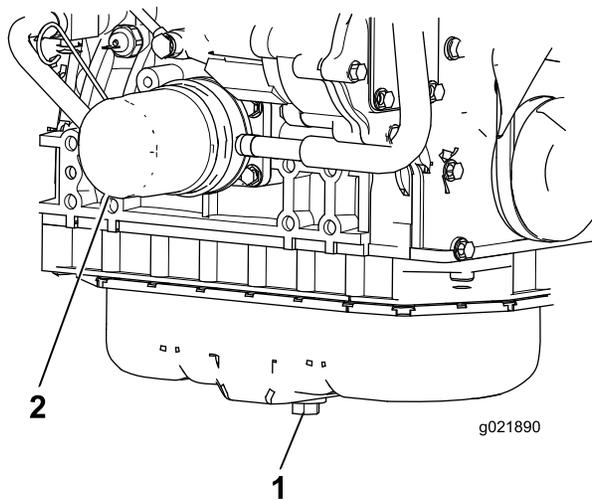

Рисунок 75
1. Снимите сливную пробку и дайте маслу стечь в сливной поддон (Рисунок 75).
3. Снимите масляный фильтр (Рисунок 75).